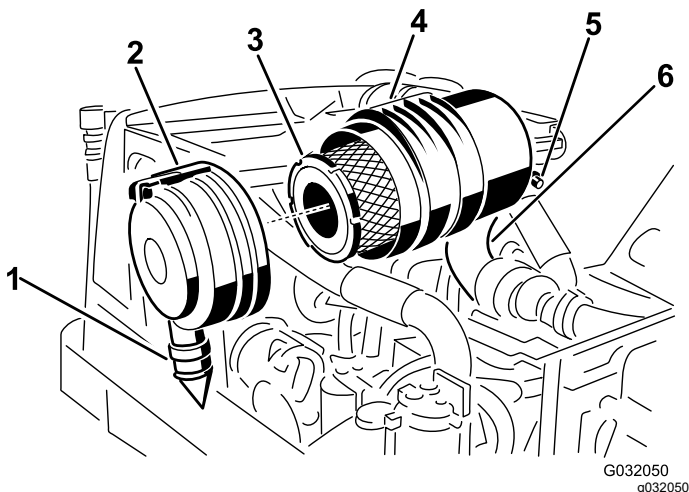

Figura 50
2. Togliete il filtro primario dell'olio (Figura 50).
3. Sostituite il filtro primario dell'olio (Figura 50).
7. Montate il coperchio con la valvola di uscita in gomma disposta in giù, in una posizione tra le ore 5 e le ore 7 vista dall'estremità e fissate il fermo (Figura 50).